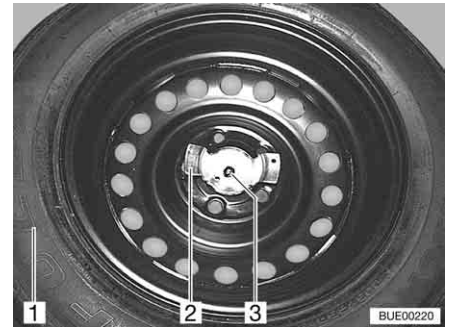

Fig. 214 Fissaggio della ruota di scorta
- Svitare i due dadi (Fig. 214,2 e 3).
- Rimuovere la ruota di scorta (Fig. 214,1) dal relativo supporto.